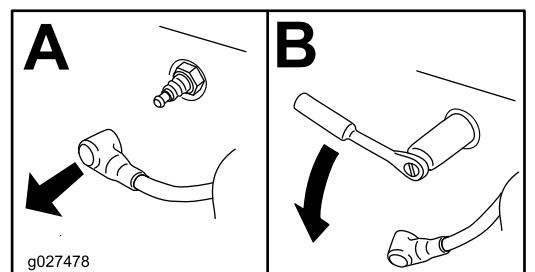

Figura 39
- Rimuovete la candela (o le candele) come illustrato nella Figura 39.